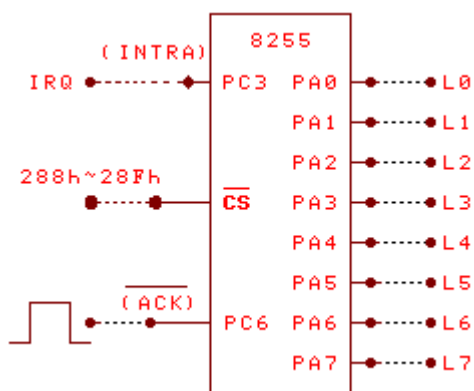

图4-15-1 输出电路
- 1、按图4-15-1，8255方式1的输出电路连好线路。